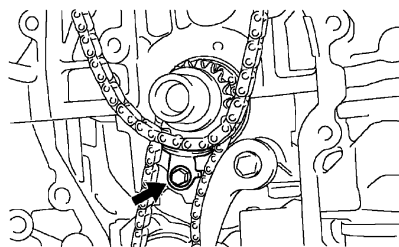

图 1-179 拆卸螺栓和正时链条导向器
33) 拆卸正时链条导向器。拆卸螺栓和正时链条导向器, 见图 1-179。